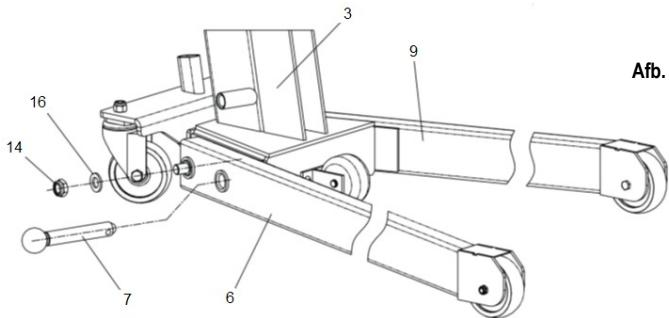

Afb. 2
1. Gebruik de schroef (13 - Afb. 2) en de veerring (17 - Afb. 2) om de achterwielgroep (5 - Afb. 2) met het frame (3 - Afb. 2) te verbinden. Bevestig de onderdelen van het hulpwiel (8 - Afb. 2) met de schroef (15 - Afb. 2) aan het frame (3 - Afb. 2) en zet de schroeven vast.